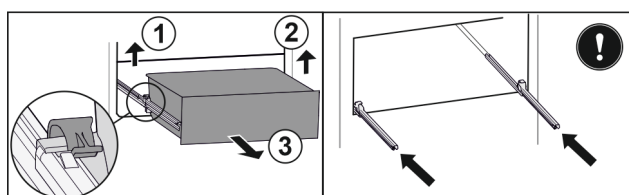

Fig. 110
- ▶ Løft den venstre klemme, og træk samtidigt skuffen i venstre side fremad. Fig. 110 (1)
- ▶ Løft den højre klemme, og træk samtidigt skuffen i højre side fremad. Fig. 110 (2)
- ▶ Tag skuffen ud fremefter. Fig. 110 (3)